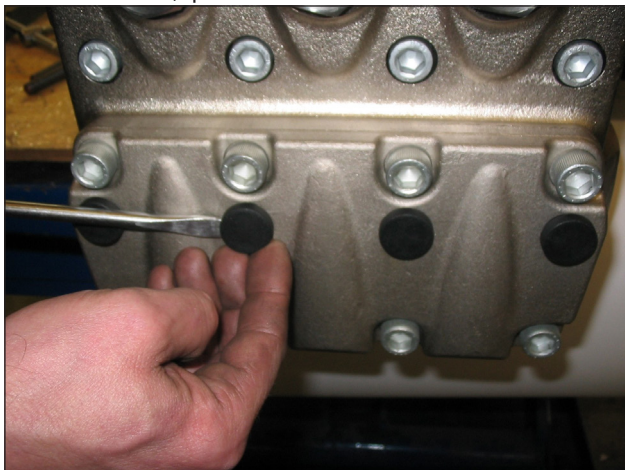

Fig. 41
- Desmontar los 4 tapones de cierre de los orificios de la tapa de las válvulas de aspiración (Fig. 41).